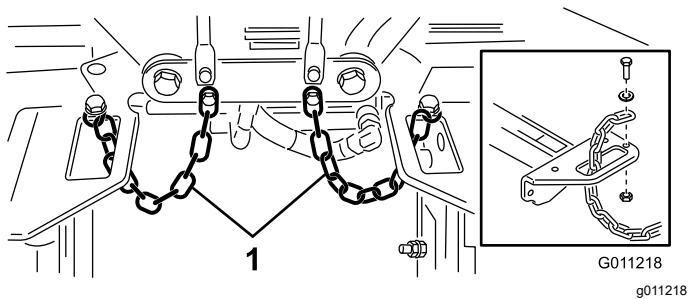

Bild 23
- Verlegen Sie eine Kippkette durch den Schlitz am Ende jedes Trägerrahmens. Befestigen Sie die Kippkette mit einer Schraube, einer Scheibe und einer Sicherungsmutter oben am Trägerrahmen (Bild 23).